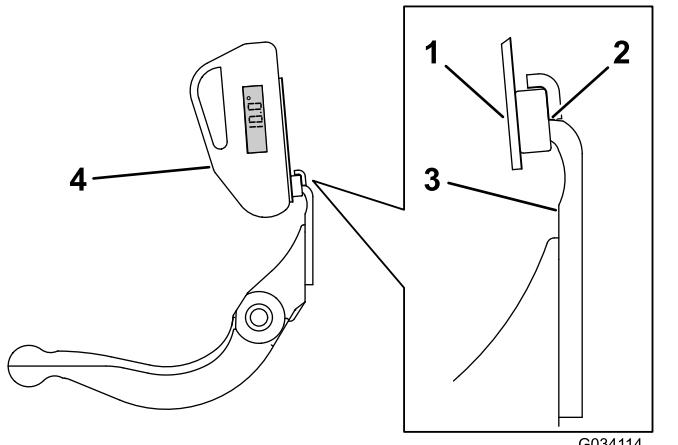

图29
3. 将角度指示器底座放在底刀边缘上以使磁体边缘与底刀边缘紧密配合 图29。
4. 如 图29 所示将角度指示器放置到底座上。